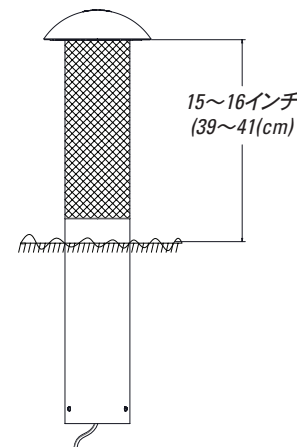

図13
3. 穴の中にL42XCスピーカーを差し込みます。地表面より上のスピーカーが好みの高さになるように、必要に応じて砂利の高さを調整します。図13で示されているように、照明フードの底部を地表面から約39~42cm(15.5~16.5インチ)の位置にする必要があります。